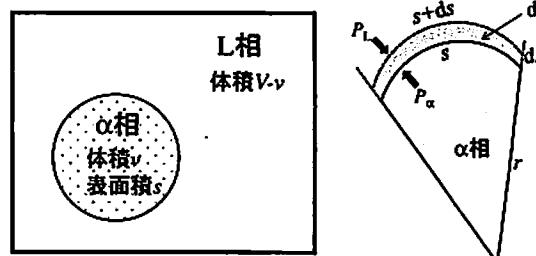

図1 L相中における α 相の生成と α 相の一部を切り取った断面図。 α 相が微小な体積 dv だけ成長した場合、表面積は ds 増える。
次に、L相と α 相の単位面積当たりの界面エネルギーを σ として界面の影響を考慮する。ただし、界面エネルギーは温度に依存せず、等方的である。図1のように系全体の体積を V （一定）として、L相中に体積 v ($v \ll V$)、表面積 s の α 相が1つ形成された状態を考える。このとき、系全体のギブズエネルギーは G_L , G_α , V , v , s , σ を用いて、**(い)** となる。
(1) 図1の右図のように、 α 相が体積 dv だけ成長したときのギブズエネルギー変化から、L相と α 相の界面が平衡する（凝固も溶解も起こらない）条件は、 ΔT , ΔS_m , σ および α 相の曲率 $K (= ds/dv)$ を用いて $\Delta T =$ **(う)** となる。 α 相が半径 r の球の場合、 K は **(え)** であり、 α 相の半径 r が小さいほど ΔT は大きくなる。つまり、 α 相の成長には、より大きな過冷度が必要であることが分かる。これを曲率効果と呼ぶ。